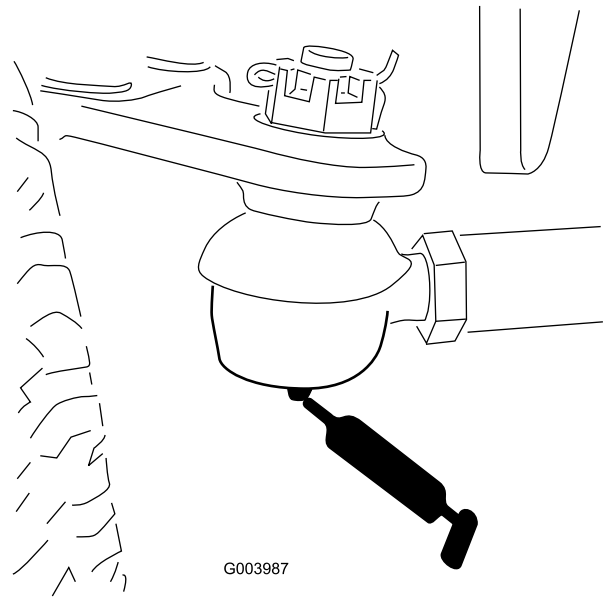

Bild 45
- Spurstange der Hinterachse (2) (Bild 45)